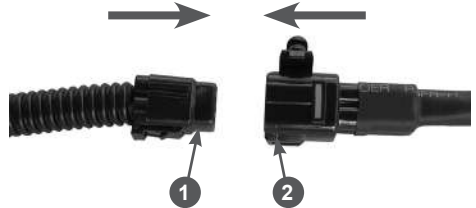

**Рис. 21 Установка оболочки троса управления дефлектором жёлоба**
- скрутите крайнюю гайку 2 с регулировочной муфты 3 троса и позвольте ей свободно болтаться на тросе (Рис. 21);
- одной рукой максимально наклоните дефлектор жёлоба вперёд, а второй рукой проденьте трос через прорезь в кронштейне 1, после чего вставьте регулировочную муфту троса в отверстие в кронштейне 1 (Рис. 21). Гайки крепления оболочки троса после этого должны оказаться по разные стороны кронштейна, как показано на Рис. 21. Закрутите гайки, не затягивая их;